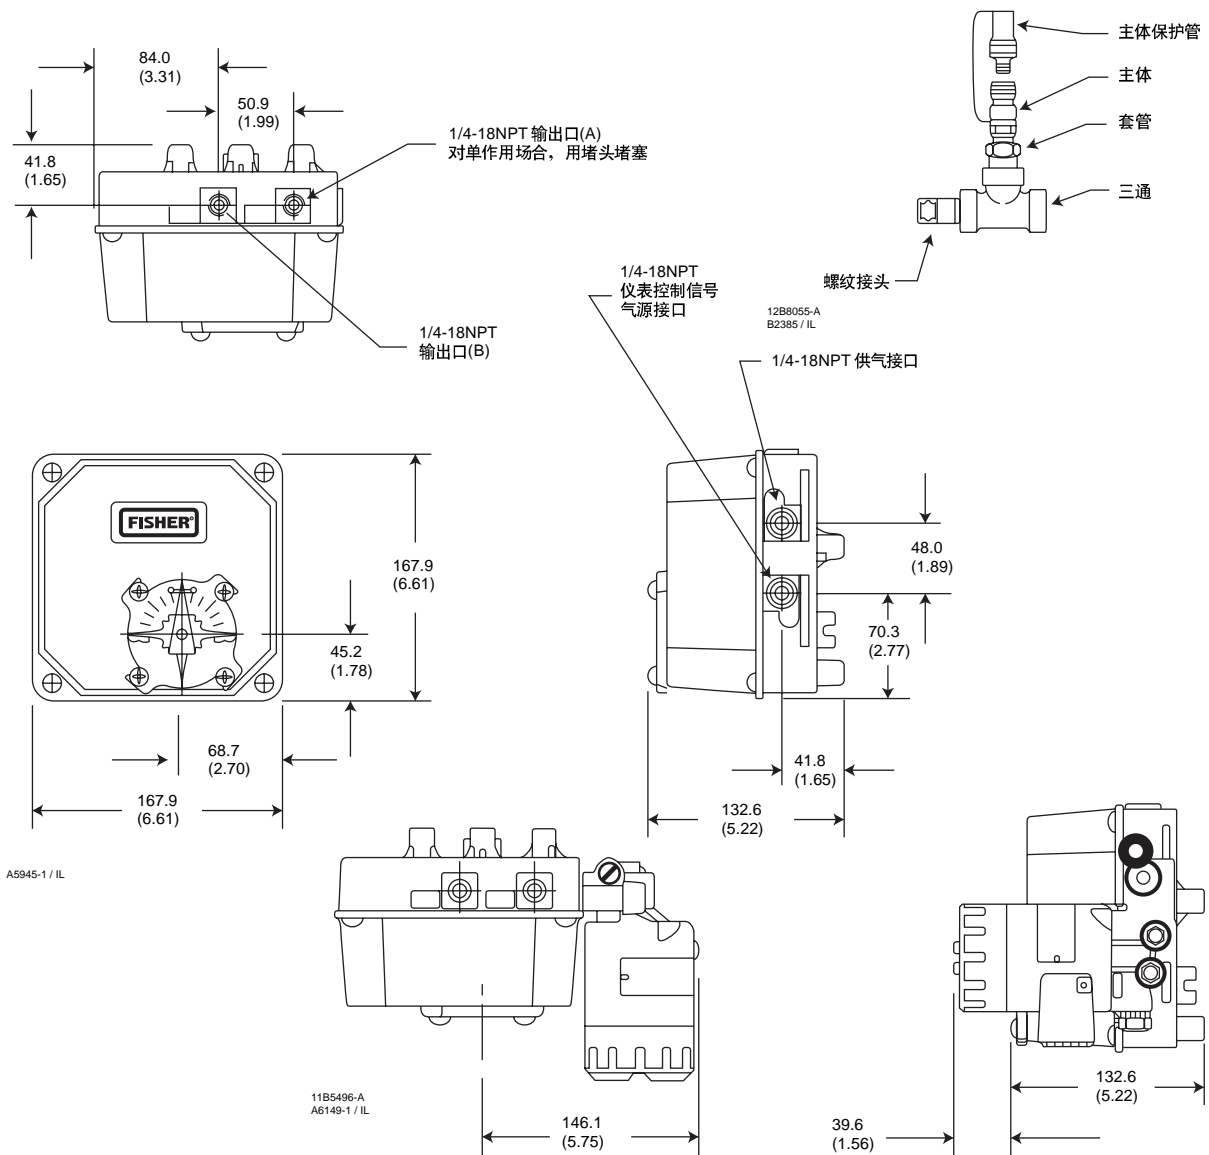

图7. 尺寸和接头
- **支持控制阀诊断测试**——如需进行阀门/执行机构/定位器组件的诊断测试, 可以在 3710 型定位器和执行机构之间安装接头、管道和其它硬件。图 7 所示为一个典型的接头安装情况。
定位器联接包括用于诊断测试的联结以及总体尺寸如图7所示。